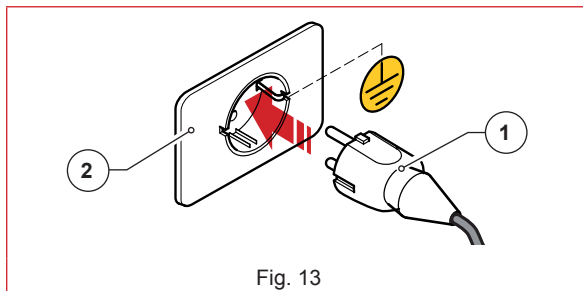

Fig. 13
- Innestare la spina del cavo di alimentazione (Fig. 13 Part. 1) alla presa a muro predisposta nel luogo di utilizzo (Fig. 13 Part. 2);